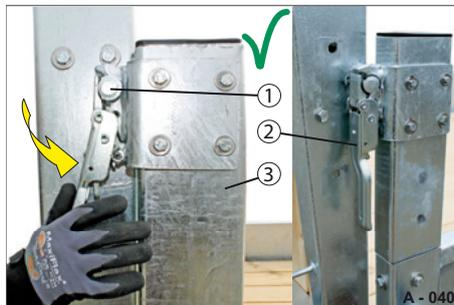

Abb. 42 Auffahrrampe, sichern
- ▶ Schieben Sie die Auffahrrampe ggf. nach außen zu der Eckrunge (Abb. 42/3).
- ▶ Setzen Sie den Zapfen (Abb. 42/1) an der Auffahrrampe in den Sicherungsverchluss (Abb. 42/2) ein.